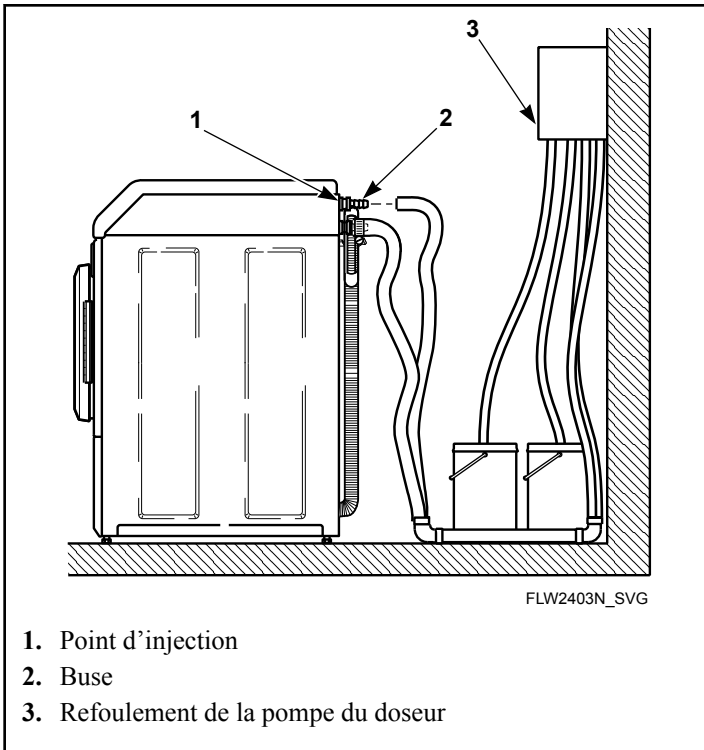

Figure 16
- Attacher les buses à l'arrière de la machine. Le point de raccordement est situé sur l'armoire, au-dessus de la valve de mélange d'eau. Se reporter à *Figure 16*.
- Brancher les tuyaux flexibles sur les buses et les fixer au moyen de brides de serrage de tuyau flexible (à obtenir localement). Se reporter à *Figure 16*.